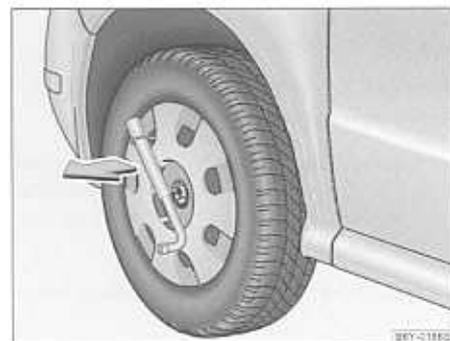

Fig. 142 Desmontar el tapacubo
- Empuje la llave de rueda a través del estribo, apoye la llave de rueda en el neumático y retire el tapacubo → fig. 142.